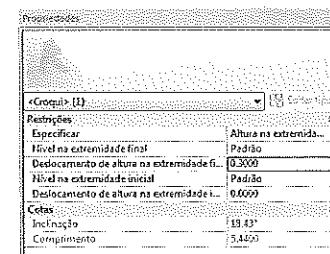

Figura 9.16 - Propriedades da seta.
5. Agora vamos mudar as propriedades da seta no piso que vai definir a inclinação do piso na janela **Propriedades**, como indica a Figura 9.16.